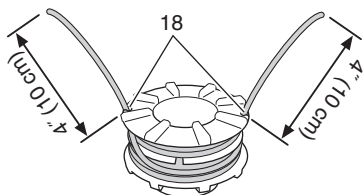

Fig. 23
- (4) Pulse cada línea en los orificios del tope (18), dejando los extremos sueltos aprox. 4" (10 cm) de largo. (Fig. 23)